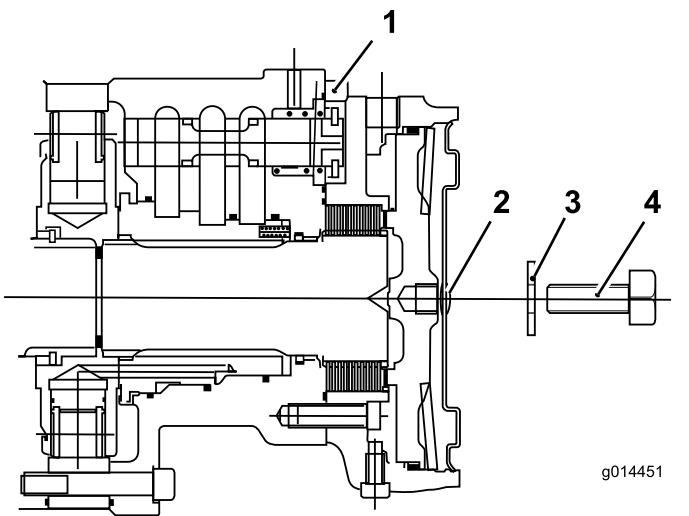

**Figure 44**
- Sur le frein de moteur de la roue avant droite, enlevez le bouchon hexagonal (Figure 44).